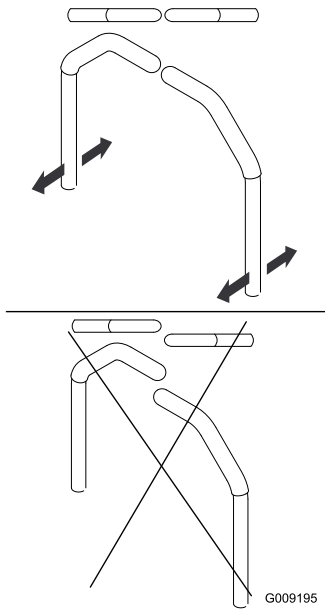

Figura 64
4. Alinee las palancas en el sentido adelante/atrás acercándolas a la posición de PUNTO MUERTO, y moviéndolas hasta que estén alineadas; luego apriete los pernos (Figura 64).